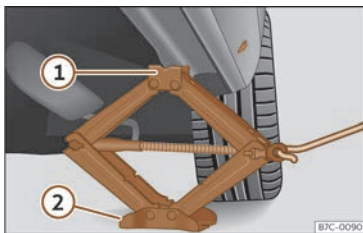

Fig. 228 Traveseiro: colocación do gato do vehículo.
- Xire a manivela do gato, situado debaixo do punto de apoio do traveseiro, para elevalo ata que a pestana ① >>> fig. 228 quede situada baixo o aloxamento previsto.
- Aliñe o gato de modo que a pestana ① “agarre” no aloxamento previsto do traveseiro e a placa base móbil ② quede apoiada no chan. A placa base ② debe caer na vertical respecto ao punto de apoio ①.